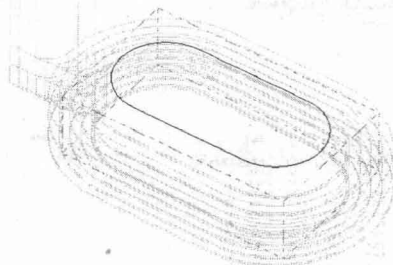

图 1-27 生成刀具路径
- (8) 在【外形 (2D)】对话框中单击 ☒ 按钮，最后生成的刀具路径如图 1-27 所示。